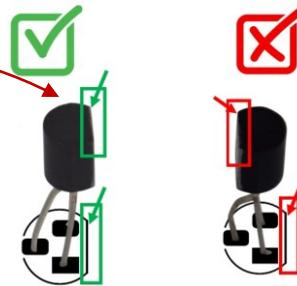

Figure IV.13
**Attention** au respect du sens de montage : le méplat de chaque transistor doit être placé sur la droite (figure IV.13).